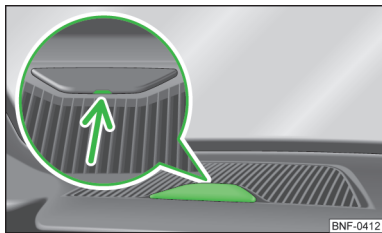

Fig. 76
- › De exemplu introduceți o monedă n degajarea marcată cu săgeată » fig. 76 și rabatați cu atenție, nspre n sus, masca de acoperire.
- › nchideți orificiul din bord pentru suport, cu ajutorul capacului » fig. 76.